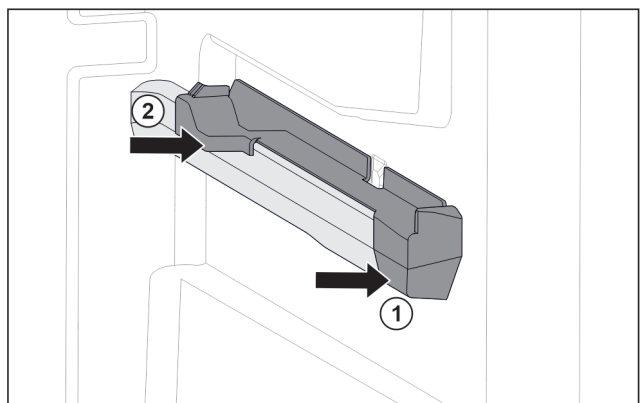

Fig. 124 Вставна частина на правому ребрі для резервуару
- ▶ Одягти вставну частину вперед на ребро резервуару. Fig. 124 (1)
- ▶ Притиснути вставну частину позаду. Fig. 124 (2)